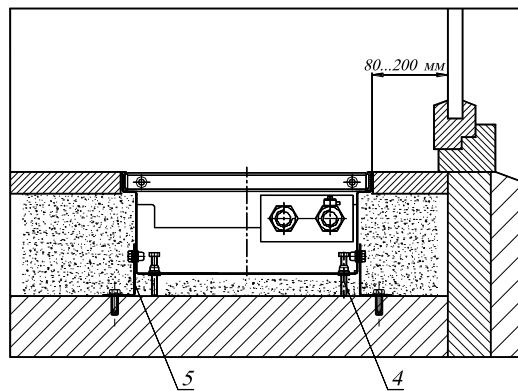

Рис.6
- 5.2 Конвектор монтируется в пол, для этого необходимо установить корпус конвектора в заранее подготовленный канал в полу и выровнять его по уровню чистого пола, с помощью упорных болтов 4. Для конвектора длиной более 3,1 м соединить секции конвектора между собой болтами с гайками. Закрепить конвектор опорами 5 к черновому полу (см. Рис.6).